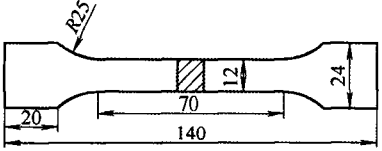
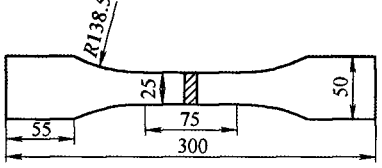

图1 铝合金板TIG和MIG对接焊拉伸试样尺寸
图2 铝合金板TIG和MIG对接焊疲劳试样尺寸
- (1) 试验参照标准见表2。
- (2) 试验设备见表3。
(3) 试验尺寸。铝合金板TIG和MIG对接焊试验时，试件尺寸为200mm长、100mm宽。铝合金/钢板TIG和MIG搭接焊时，铝合金板在上，钢板在下，搭接宽度为18mm。焊接完成后，从焊件中垂直于焊缝切取试样进行抗拉强度试验和疲劳强度试验，抗拉强度试验试样尺寸如图1所示，疲劳强度试验所用试样尺寸如图2所示。